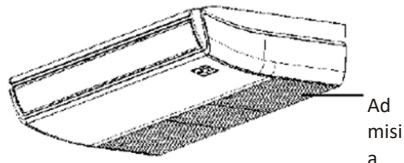

Fig. 13
- Deschideți priza de aer cu șurubelnīță sau ceva de genul săsta. (Consultați Fig.13)